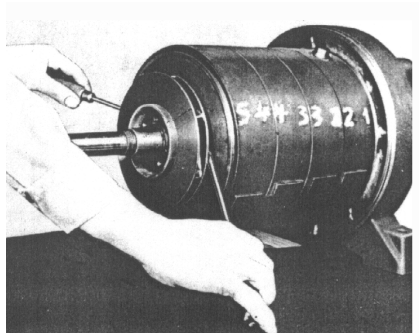

Fig. 11
- Desmontar o Rotor do último estágio e sua Chaveta, para isso fazer uma alavanca apoiando na região das palhetas para não ocorrerem quebras e trincas. (Vide fig. 11)